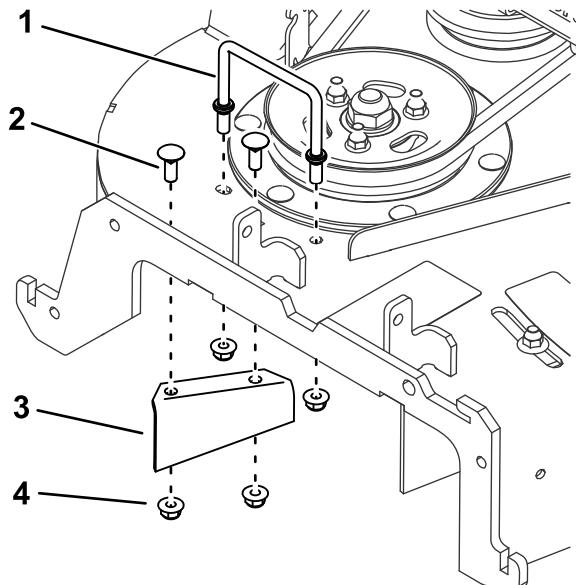

Figura 2
3. Rimuovete il filo sagomato, il deflettore, i 2 bulloni a testa tonda ($\frac{3}{8}$ " x 1") e i 4 dadi ($\frac{3}{8}$ ") dal piatto (Figura 2).